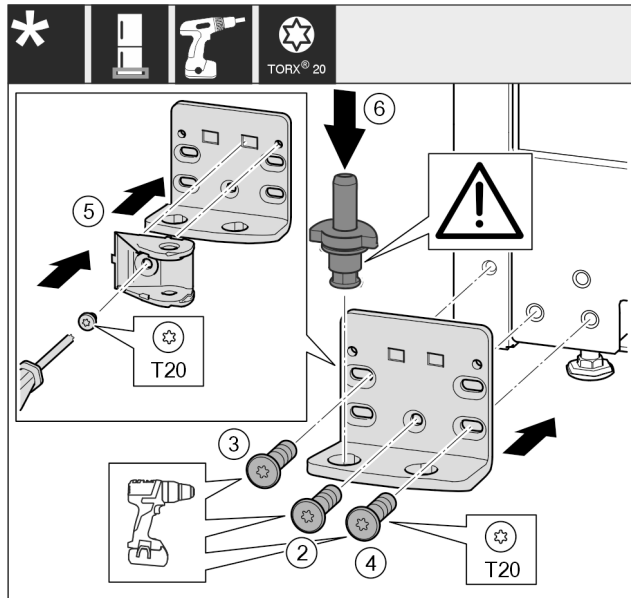

Fig. 49 *
- Lagerbock auf der anderen Seite ansetzen und mit Hilfe eines Schraubendrehers anschrauben. Mit der Schraube Fig. 49 (2) unten in der Mitte beginnen.*
- Schraube Fig. 49 (3) und Schraube Fig. 49 (4) fest-schrauben.*
- Schließdämpferverbindung Fig. 49 (5) um 180° drehen. Auf der anderen Seite des Lagerbocks mit Schraubendrehers anschrauben.*
- Lagerbolzen Fig. 49 (6) komplett einsetzen. Dabei darauf achten, dass der Rastnocken nach hinten zeigt.*